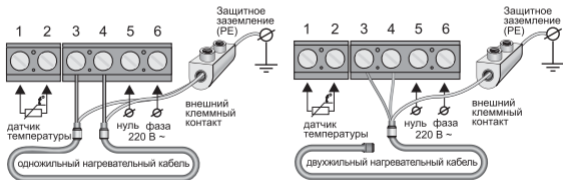

Рис. 3
Выходы нагревательной секции или мата подключаются к терморегулятору следующим образом: белый (коричневый) провод подключается к клемме **3**; голубой (светло-синий) провод подключается к клемме **4**; вывод экранирующей оплетки (желто-зеленый провод) – к линии защитного заземления (PE), через внешний клеммный контакт (рис. 3).